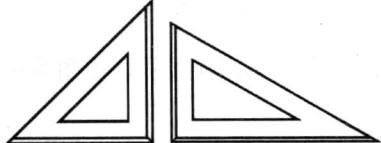
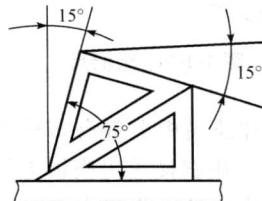

图 1-1-3 三角板
图 1-1-4 用丁字尺和三角板作垂直线和斜线
(3)三角板。一副三角板有两块，一块是 45° 等腰直角三角形，另一块是两锐角分别为 30° 和 60° 的直角三角形(图1-1-3)。三角板是用有机玻璃制成的，有250 mm、300 mm、350 mm等几种规格尺寸，可根据需要选用。三角板与丁字尺配合使用，可画垂直线及与丁字尺工作边成 15° 、 30° 、 45° 、 60° 、 75° 角的各种斜线(图1-1-4)。用丁字尺配合三角板画垂线时，应把三角板的垂直边放在左侧，由下向上画。